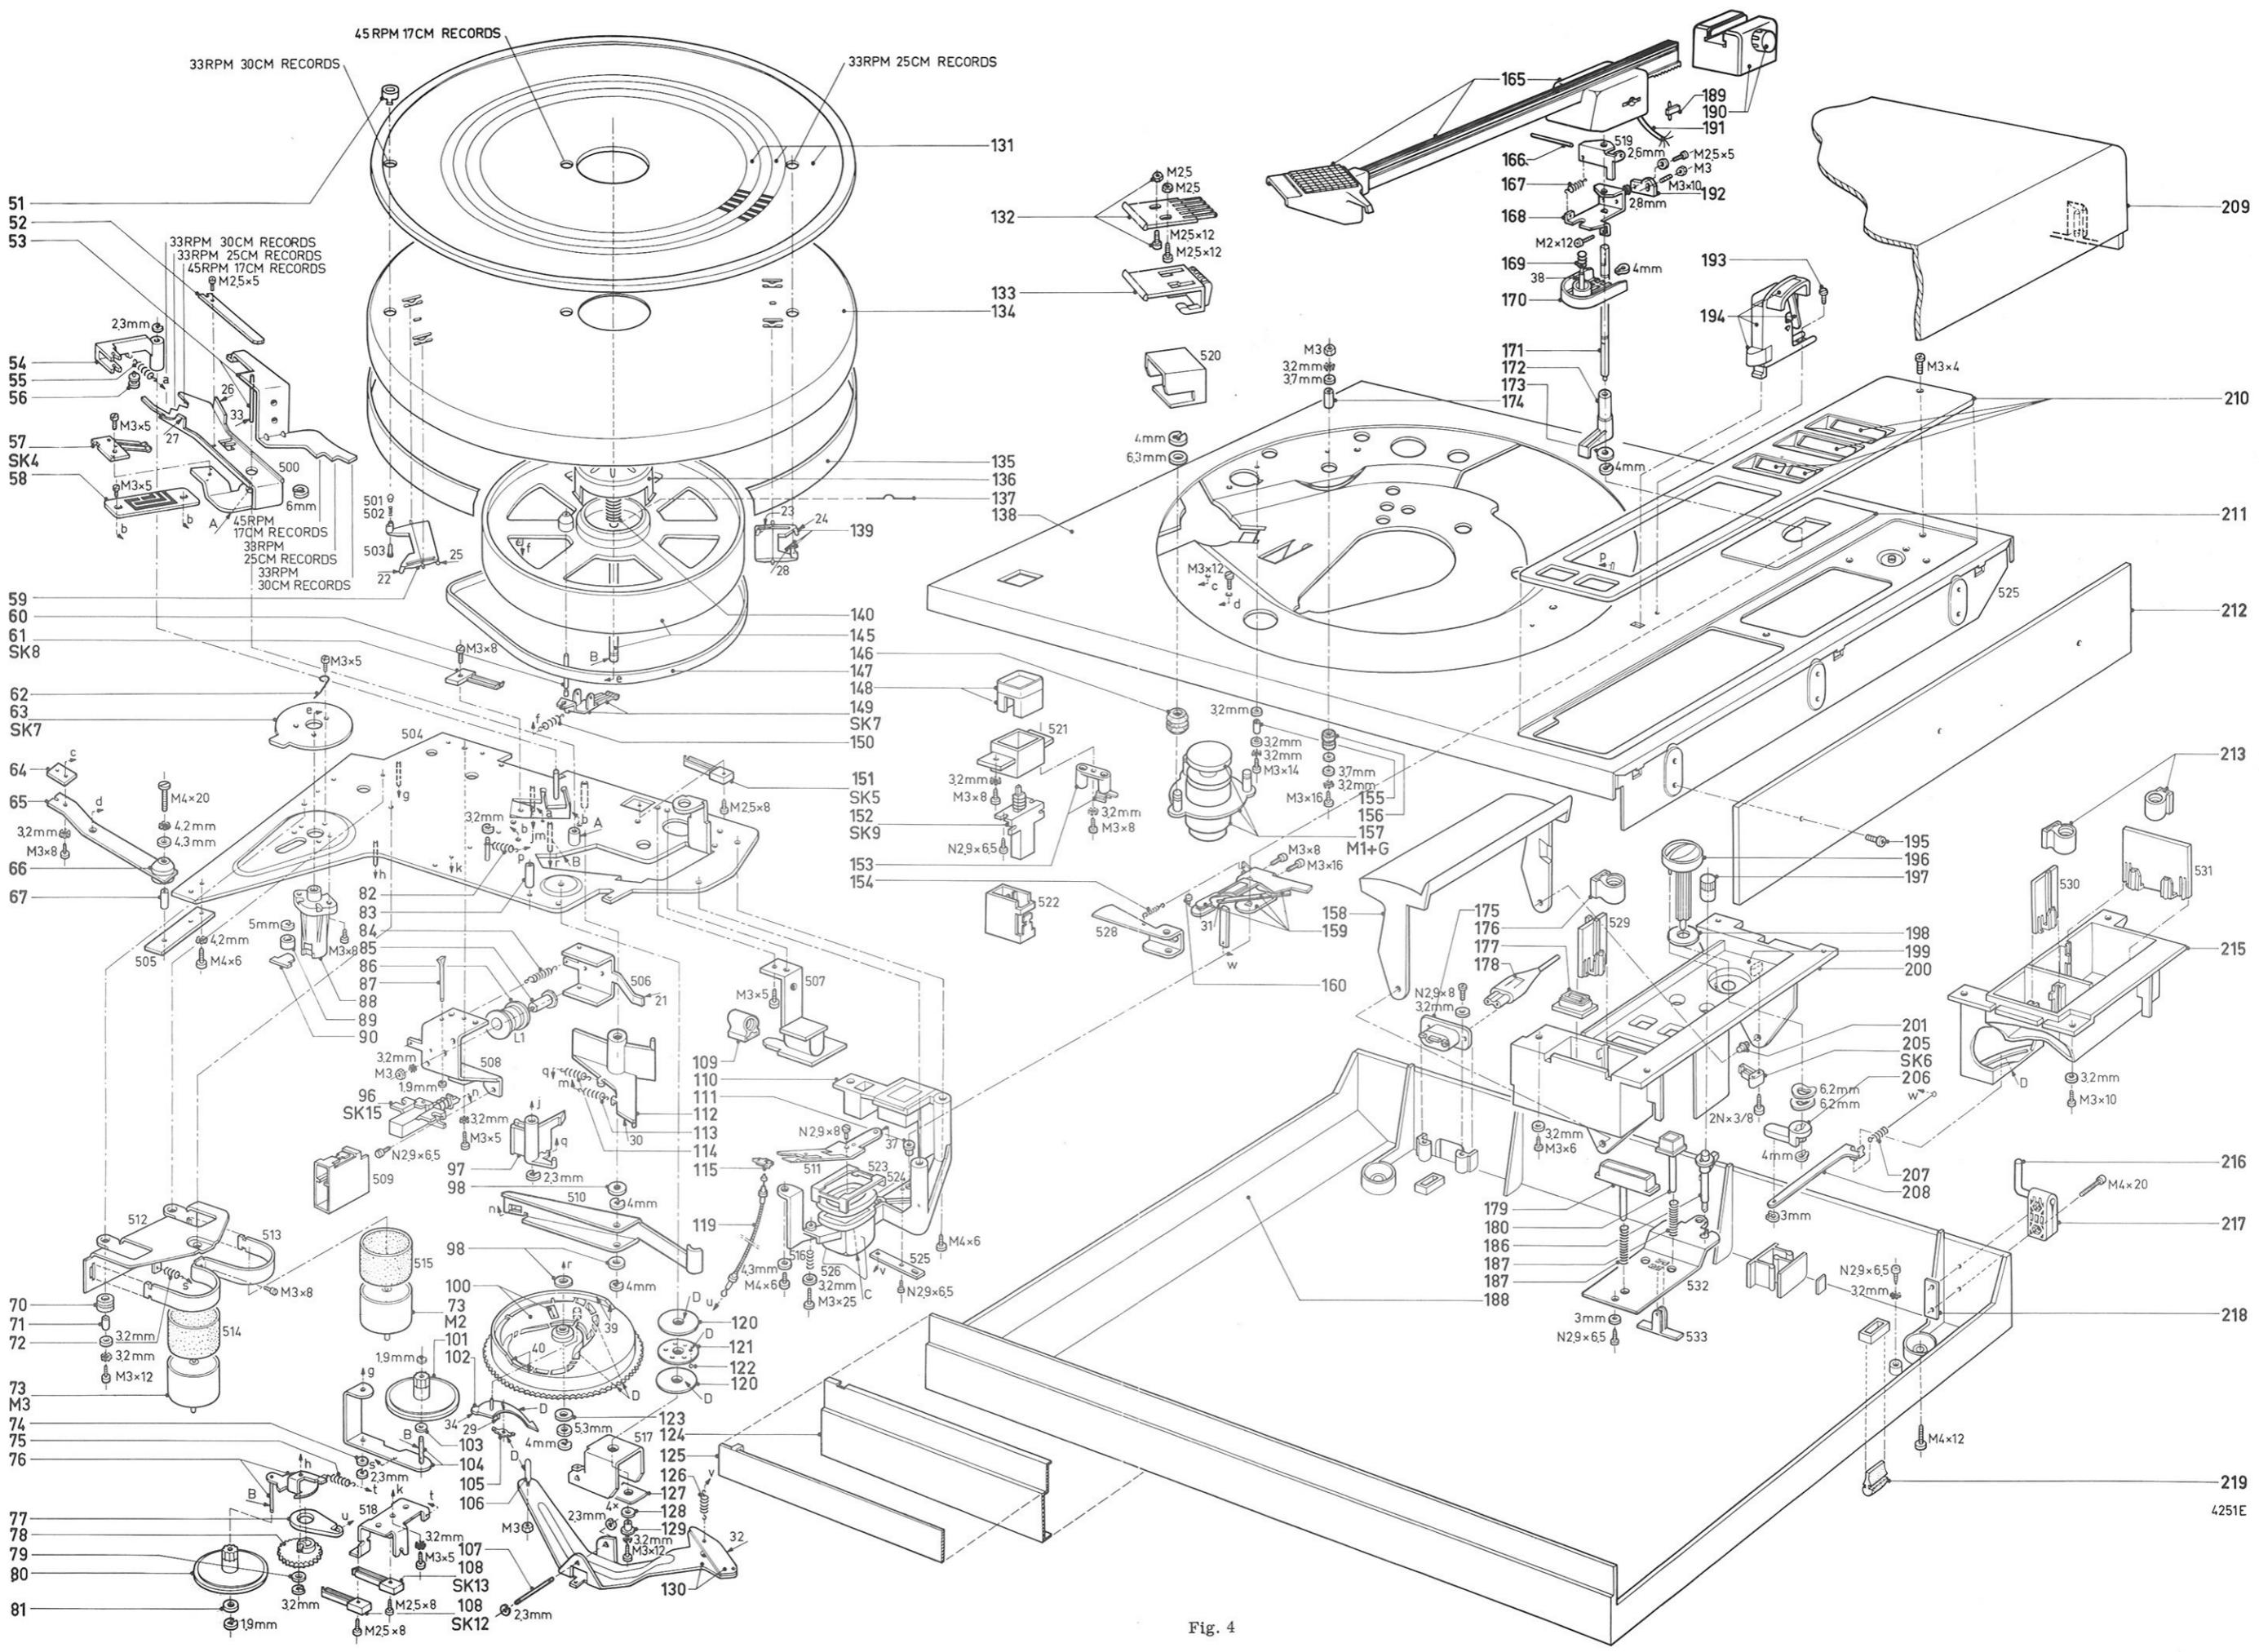

Fig. 4
- Wordt tijdens de opzetcyclus de netschakelaar SK9 (152) uitgedrukt, dan zorgt parallelschakelaar SK15 (96) ervoor, dat de opzetcyclus wordt afgemaakt. Kommandobeugel 130 met friktieplaat 32 wordt geheven (fig. 4).
- Friktieplaat 32 van kommandobeugel 130 komt tegen bladveer 31 van sam beugel 159 (fig. 4)
7. Pen 160 in sam beugel 159 komt tegen aanslagbeugel 53 voor 30 cm platens (fig. 4)
8. Pen 160 in sam beugel 159 komt tegen aanslagbeugel 53 voor 25 cm platens (fig. 4)
9. Pen 160 in sam beugel 159 komt tegen aanslagbeugel 53 voor 17 cm platens (fig. 4)
Kommandobeugel 130 met friktieplaat 32 wordt geheven (fig. 4).
3. Friktieplaat 32 van kommandobeugel 130 komt tegen bladveer 31 van sam beugel 159 (fig. 4)
P.U. arm 165 wordt via bladveer 31 van sam beugel 159 door friktieplaat 32 van kommandobeugel 130 naar buiten bewogen (richting P.U. arm steun 194) (fig. 4)
Apparaat draait bijvoorbeeld 33 omw/min. Wanneer de naald van de pick up kop tijdens het naar binnen bewegen  $\pm$  65 mm van het middelpunt van de draaitafel verwijderd is, begint LA405 door tussenkomst van beugel 528, de LDR (R499) minder sterk te belichten (fig. 4, 5). Dit resulteert in een weerstandsvergroting van de LDR en dus ook in een spanningsverhoging over de LDR. Bij één omwenteling van de draaitafel zal de naald één groef opgeschoven zijn, waarbij ook de LDR minder sterk belicht wordt, hetgeen per omwenteling van de draaitafel weer resulteert in een spanningstoename van  $\Delta E$  Volt.
## • LIFT (fig. 4, fig. 5)
### B. Mechanisch gedeelte (fig. 4)